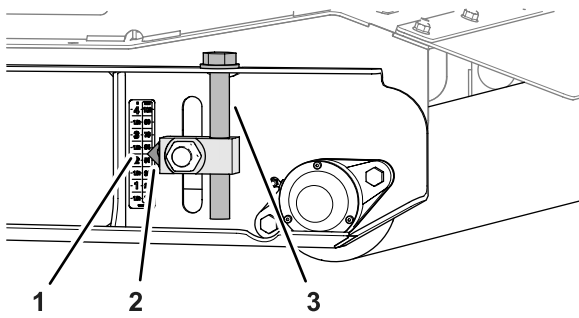

Figura 83
5. Nel rullo posteriore, sollevate i regolatori dell'altezza di taglio di sinistra e destra alla tacca di 57 mm sull'adesivo (Figura 83).